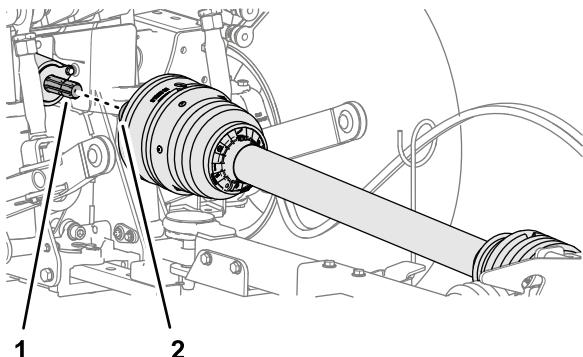

Figura 30
1. Alinee el enganche de conexión rápida del árbol de transmisión de la TDF con el eje de salida de la TDF (Figura 30).